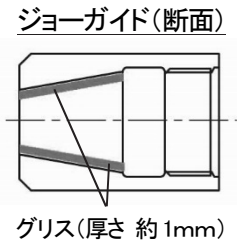

図 7-4
- 5) ジョーケースの内側(ジョーと接する面)にグリスを十分に塗布して組み付けてください。(図 7-4 参照)
- 2) 組み付ける前に、先端部品の清掃・グリスアップを実施してください。(P.14 図 7-4 参照)